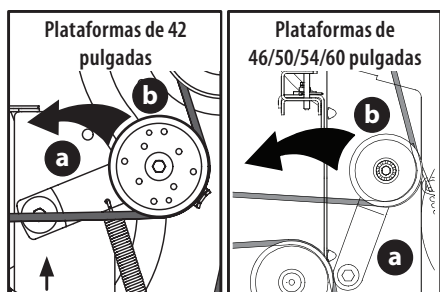

Fig. 37
- a. Usando la manija de elevación de la plataforma o el pedal y la perilla de elevación de la plataforma, levante la plataforma a la posición que le ofrece mayor recorrido horizontal de la correa entre las poleas locas de la plataforma y la polea de la PTO en la base del motor (Fig. 37 en la página 64).
- b. Desde la parte media del tractor, haga girar el soporte de la polea loca (a) y la polea loca móvil (b) hacia atrás, justo lo suficiente para levantar la correa, por encima de la polea del husillo (Fig. 37 en la página 64).